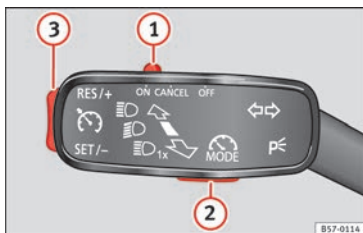

Abb. 188 Links von der Lenksäule: Hebel und Tasten zur Bedienung des Geschwindigkeitsbegrenzers.
Wenn Sie den Geschwindigkeitsbegrenzer – beispielsweise zum Überholen – vorübergehend deaktivieren möchten, bringen Sie den Schalter » Abb. 188 ① des Blinkerhebels in die Stellung **CANCEL** oder bringen Sie den dritten Hebel zum Druckpunkt **CANCEL** oder drücken Sie die Taste ② eines der beiden Hebel.